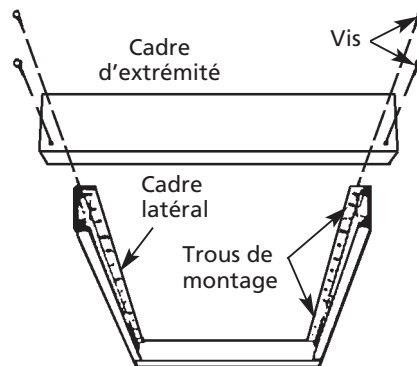

Figure 5
1. Assembler les cadres d'extrémité aux cadres latéraux en utilisant les vis fournies (voir la Figure 5) avant d'installer au plafond.